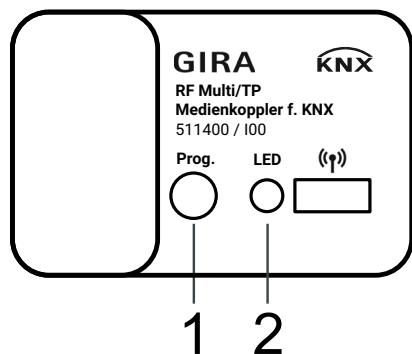

Bild 14: Programmierung
1. Drücken Sie kurz die Programmertaste (siehe Bild 14, Pos. 1).
Die Status-LED (siehe Bild 14, Pos. 2) leuchtet rot.